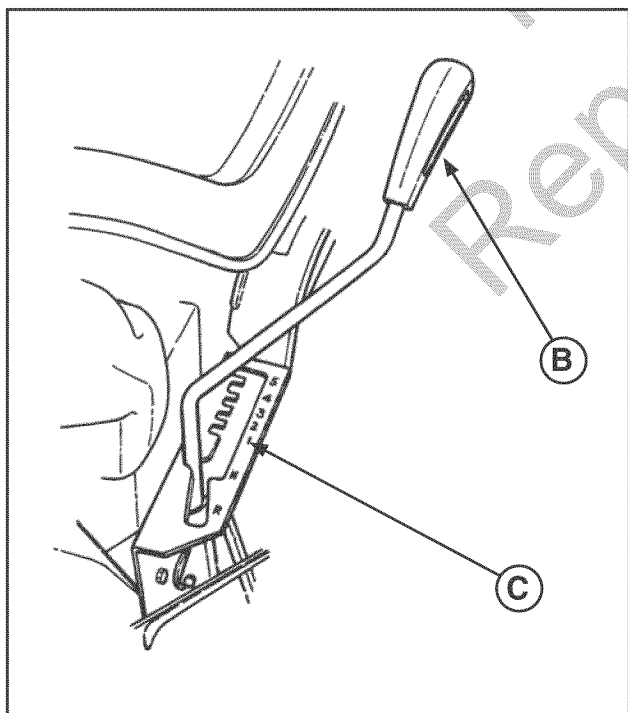

FIGURA 12
2. Ponga la palanca de cambios de la transmisión (A, Figura 12) en la primera muesca de velocidad hacia delante (B).